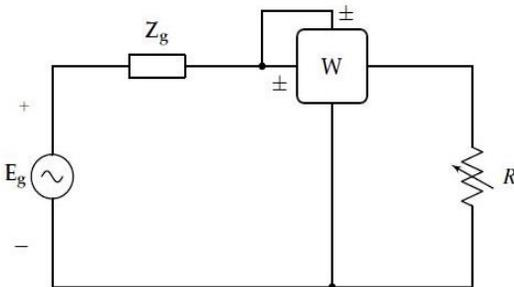

Figura 6: Circuito a ensamblar en el laboratorio.
2.8. Diseñar el circuito de la figura 6 con el fin de ensamblarlo en el laboratorio. Para el diseño, tenga en cuenta los elementos disponibles en el almacén. La magnitud de E_g corresponde al voltaje fase neutro disponible en la mesa. Para Z_g utilice una combinación RC (condensadores de potencia y reóstatos). El diseño debe ser tal que el valor de R para máxima transferencia de potencia esté entre 80 y 100 Ω . Utilice tres reóstatos en serie de 100 Ω para la resistencia de carga R .
- 3.4. Ensamblar el circuito de la figura 6.